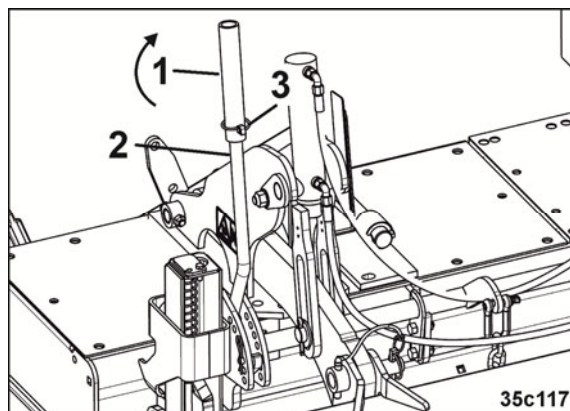

図 90
1. 延長チューブ ( 図 90/1 ) を回転させてレバー ( 図 90/2 ) に差し込み、リンチピン ( 図 90/3 ) で固定します。
2. レベリングバー ( 図 90/6 ) を、希望する高さまで上昇させます。
3. レベリングバーをピン ( 図 90/5 ) で留め、このピンを R ピンで固定します。